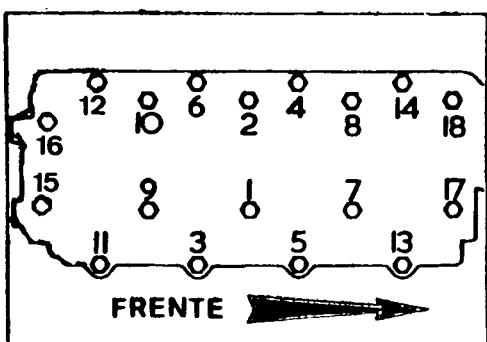

Fig. A1-59 Orden de apriete de los tornillos de fijación de la culata
- 2.4. Efectuar una verificación del apriete de todos los tornillos de $1/2''$ UNF de la culata, en el orden que se indica (Fig. A1-59), a un par de apriete de 11/12,5 kgm., aflojando previamente cada tornillo.